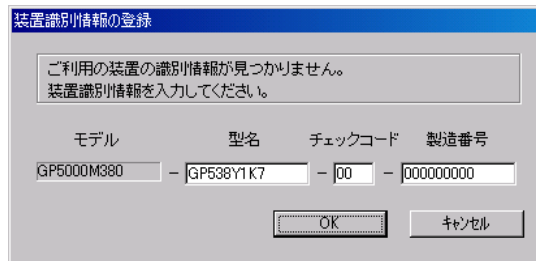

図 4-37 装置識別情報の登録（P-P 接続）
- 2 装置識別情報がハードウェアに書き込まれていないモデルでは、装置識別情報の登録画面（図 4-37、表 4-20）が表示されます。サーバ添付の保証書に記載されている型名、チェックコード、製造番号を入力します。入力を終わめしたら、[OK]ボタンをクリックします。